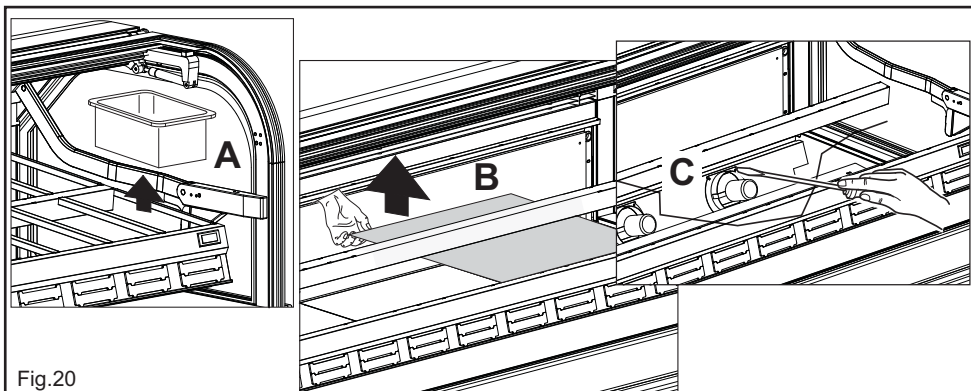

Fig.20
- Sacar las cubetas (fig.20 pos.A);
- quitar las repisas internas de protección (fig.20 pos.B);
- desenroscar los tornillos de sujeción del ventilador (fig.20 pos.C) y después de haberlo desconectado eléctricamente sacarlo de su lugar.